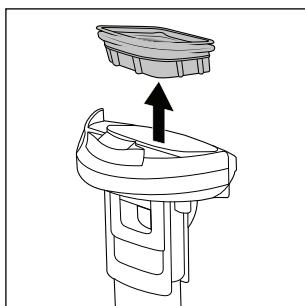

Abb. 24
- ♦ Entfernen Sie den Schmutzfilter **10** aus dem Schmutzwasserbehälter **2**, indem Sie mit den Fingern seitlich unter die Dichtung des Schmutzfilters **10** fassen. Ziehen Sie dann den Schmutzfilter **10** nach oben aus dem Deckel des Schmutzwasserbehälters **9** (siehe Abb. 24).